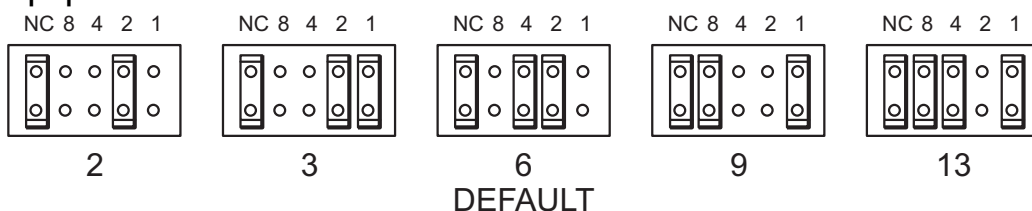

Figura 3a: comprobación del ID SCSI
El ID SCSI se establece usando puentes en un conjunto de patillas de la parte posterior de la unidad. Utilice unas pinzas o unos alicates de punta fina para mover los puentes a la posición correspondiente al ID deseado; véase la Figura 3a. Si no instala ningún puente, el firmware asignará a la unidad el ID SCSI 6 de modo predeterminado. Si instala puentes, el de la izquierda (NC) siempre deberá estar ajustado.